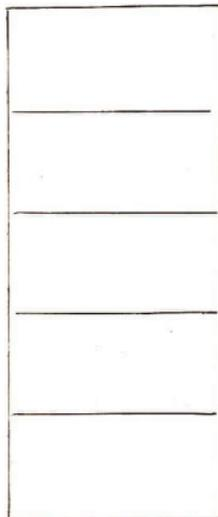

Bild 7
5. Benenne die in Bild 7 gezeigten Werkzeuge!